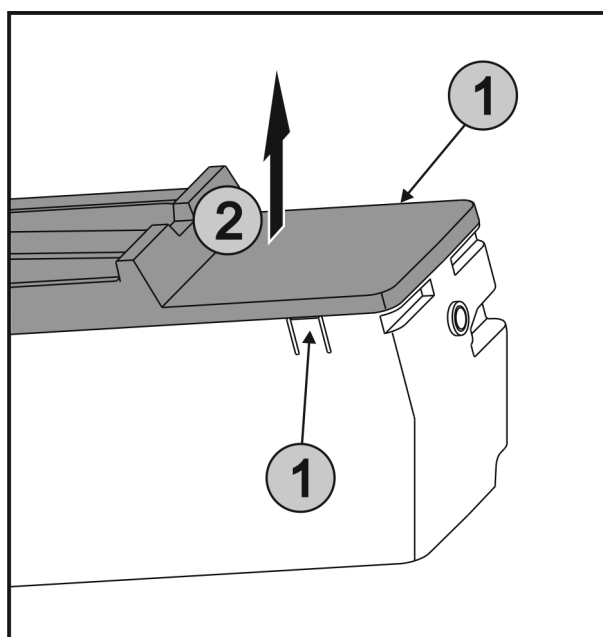

Fig. 55
- ▶ Натиснете едновременно езичетата Fig. 55 (1) от двете страни на EasyTwist-Ice и свалете капака Fig. 55 (2) нагоре.